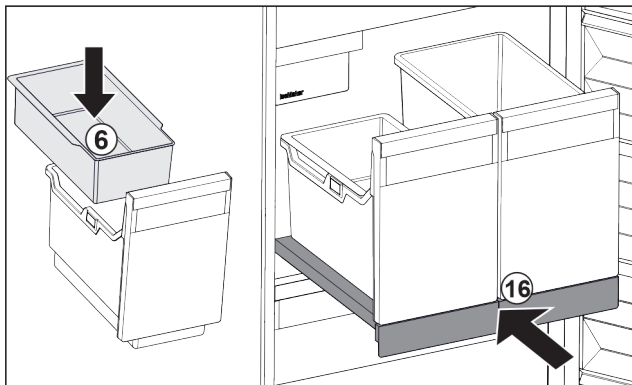

Fig. 91
- ▶ Inserire la vaschetta da agganciare Fig. 91 (6) per i cubetti di ghiaccio.
- ▶ Inserire il ripiano estraibile con il contenitore (IceTower). Fig. 91 (16)